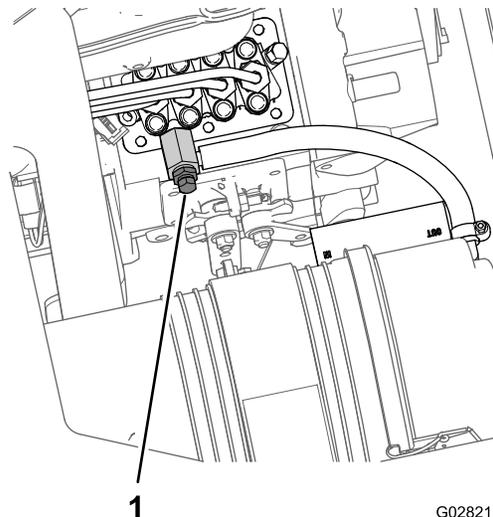

图74
8. 将放油盘放在发动机燃油喷射泵部位的下方（图74）。
9. 打开燃油喷射泵（图74）上的排气螺丝。
11. 让钥匙保持在“开启”位置，直到有整股的燃油从排气螺丝周围排出（图74）。
12. 拧紧排气螺丝（图74），将钥匙转至“关闭”位置。